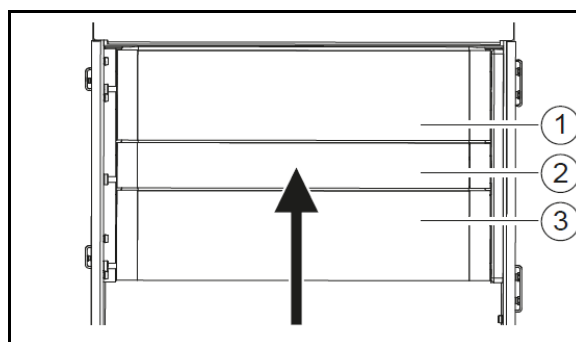

Bild 187
1. Demontera cirkulationsfiltret (Bild 187/1).